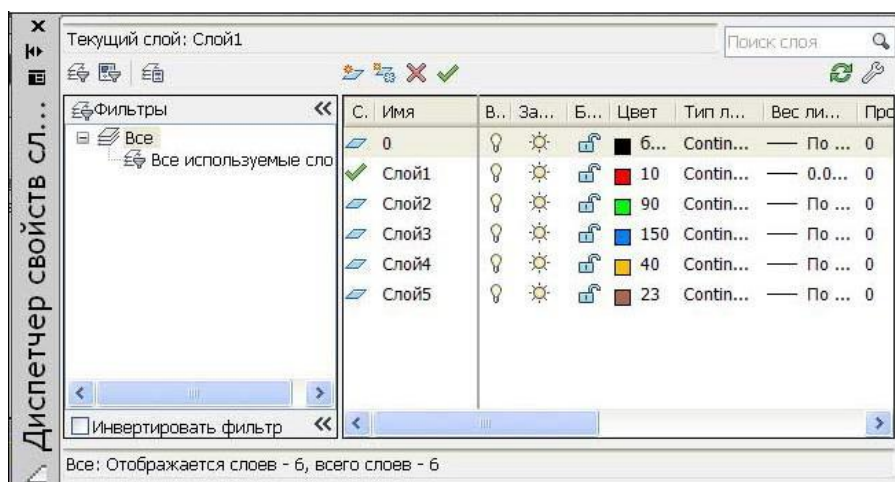

Рис. 5.23. Содержание окна **Диспетчер свойств слоев**
2. Установить в окне **Диспетчер свойств слоев** (рис. 5.23) необходимое их число (на каждую составную часть объекта отдельный слой с разным цветом). Когда объекты выделены разным цветом, их наиболее просто выделять для проведения логических операций и лучшей визуализации.